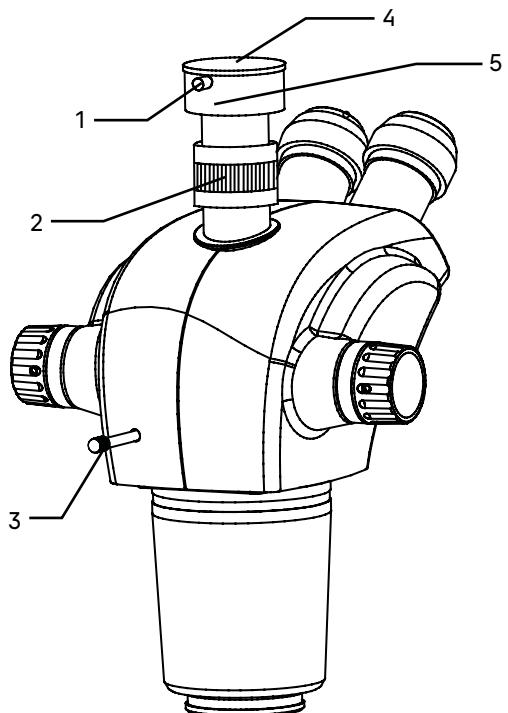

Рис. 5. Установка камеры
- Подвигайте образец и проверьте, переместились ли изображение образца на мониторе или экране дисплея в том же направлении, что и перемещался образец. Если изображение сдвигается в другом направлении, необходимо отрегулировать положение камеры. Ослабьте крепящий винт 1 (рис. 5), разверните камеру, так, чтобы сделать отображаемое направление изображения в линию вдоль с направлением движения предметного столика, затем закрепите винт.